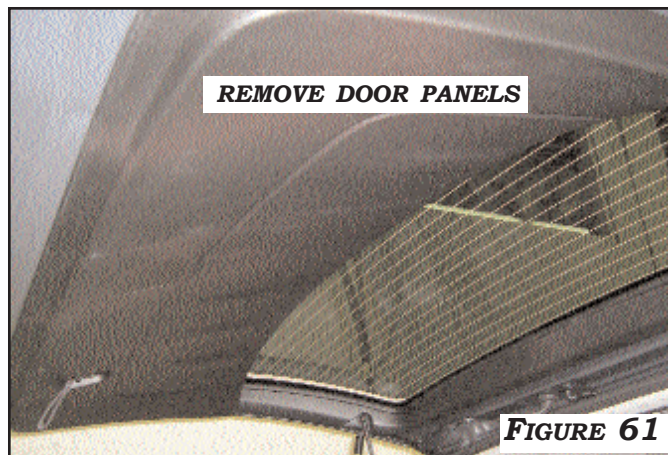

FIGURE 61
2. REMOVE BACK DOOR TRIM PANELS. **FIGURE 61**